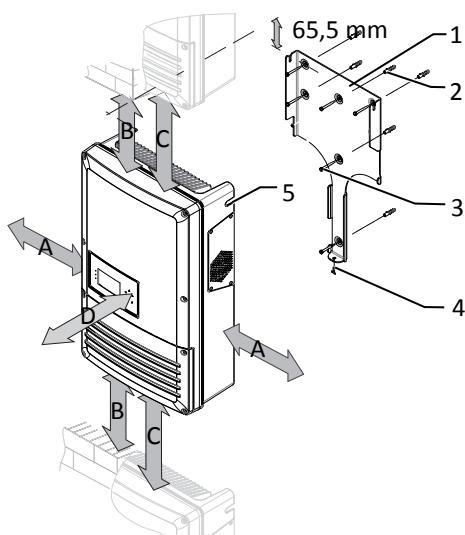

Abb. 7: Mindestabstände für Wandmontage
- 3 Beiliegende Schraube an der Lasche der Halterung einsetzen und Gerät zur Sicherung gegen Ausheben befestigen [Siehe Abbildung 7] [▶ Seite 42].